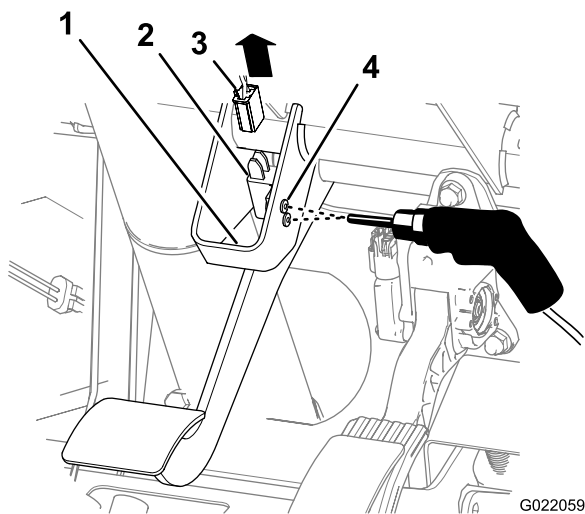

Figura 5
- Rimuovete il connettore della presa del cablaggio della macchina dal contattore del freno a 2 pin (Figura 5).
- Utilizzando una punta di perforazione da 3/16 di pollice, forate i 2 ribattini con spina che fissano il contattore del freno a 2 pin alla staffa di supporto per il pedale del freno (Figura 5).
- Rimuovete il contattore del freno a 2 pin e le rondelle dalla staffa di supporto (Figura 5).